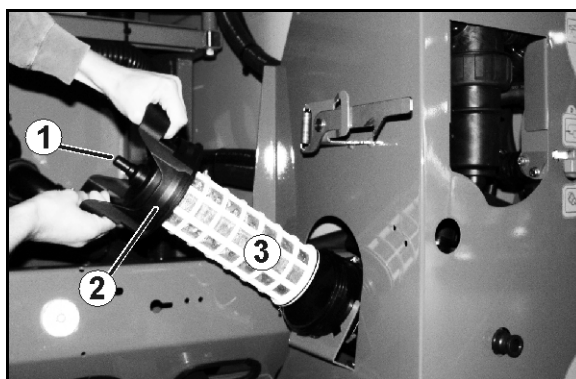

Fig. 134
Curățați filtrul de aspirație (Fig. 134) zilnic, după curățarea stropitorii de câmp.
1. Desprindeți capacul filtrului de aspirație (Fig. 134/2).
2. Înlăturați capacul filtrului de aspirație (Fig. 134/3) și curățați-l cu apă.
6. Desprindeți capacul filtrului de aspirație (Fig. 134/2).
7. Acționați supapa hidrolică de descărcare de la filtrul de aspirație (Fig. 134/1).
8. Înlăturați capacul filtrului de aspirație (Fig. 134/3) și curățați-l cu apă.